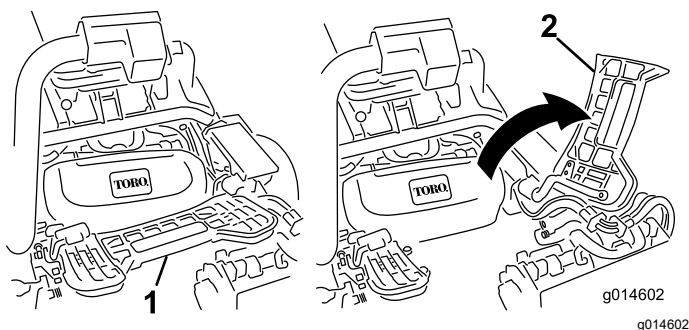

Figura 47
1. Ridicai suportul pentru picioare i balansai-l pentru a-l deschide, permiând accesul la poziia centrală a unităii de tăiere (Figura 47).